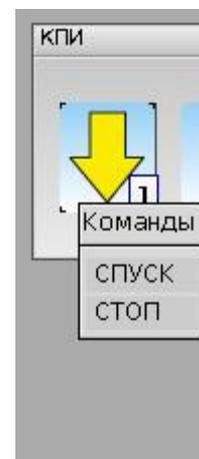

Рисунок 11 Панель допустимых команд эскалатора
- При нажатии на мнемонике эскалатора правой кнопки манипулятора мышь появится меню допустимых команд для данного эскалатора (рисунок 11). (Если направление движения эскалатора необходимо изменить, то следует установить необходимое направление движения в окне установки параметров устройств см пункт 3.1).